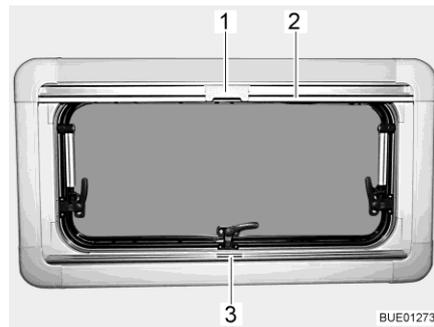
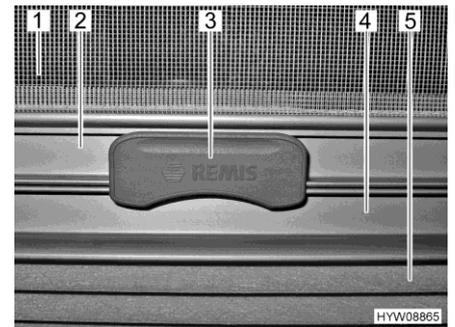

Fig. 19 Finestra apribile
Fig. 20 Aggancio
La tendina oscurante pieghevole (Fig. 20,5) è montata nella cassetta inferiore.
- Afferrare la tendina oscurante pieghevole per la parte centrale della barra di presa (Fig. 19,3 e Fig. 20,4), tirarla dal basso verso l'alto e rilasciarla nella posizione desiderata. La tendina oscurante pieghevole rimane in questa posizione.
La zanzariera a rullo (Fig. 20,1) è montata nella cassetta superiore.
- Tirare la zanzariera a rullo accompagnandola con la barra di presa (Fig. 19,2 e Fig. 20,2) verso il basso, fino a quando la barra di presa non arriva a contatto con la tendina oscurante pieghevole (Fig. 20,4).
- Bloccare l'aggancio (Fig. 19,1 e Fig. 20,3) della zanzariera a rullo nella barra di presa della tendina oscurante pieghevole. Se l'aggancio risulta bloccato, la tendina oscurante pieghevole e la zanzariera a rullo possono essere spostate insieme.
- Premere in alto l'aggancio (Fig. 20,3) sulla zanzariera a rullo.
- Ricondurre lentamente la zanzariera a rullo accompagnandola con la barra di presa (Fig. 19,2).